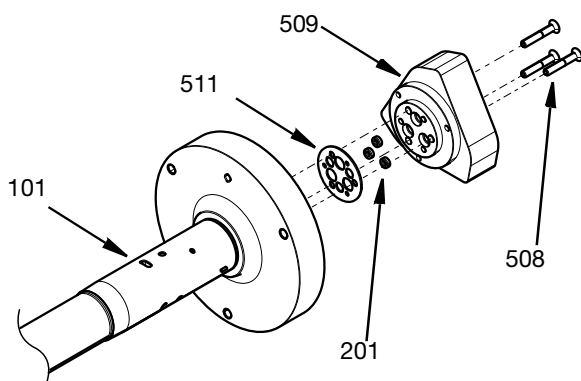

FIG. 27
- Montieren Sie die drei verbleibenden Stangendichtungen (201) in das Luftzylindergehäuse (509), siehe **Werkzeugsatz für das Einführen und Entfernen der Dichtung, 25T489** Seite 37 zum Einbau der Stangendichtungen. Setzen Sie eine neue Dichtung (511) ein und verwenden Sie drei M4-Schrauben (508), um das Luftzylindergehäuse
am Zentralgehäuse (101) zu befestigen. 3,3 N•m (29,2 in-lbs). Siehe FIG. 27.